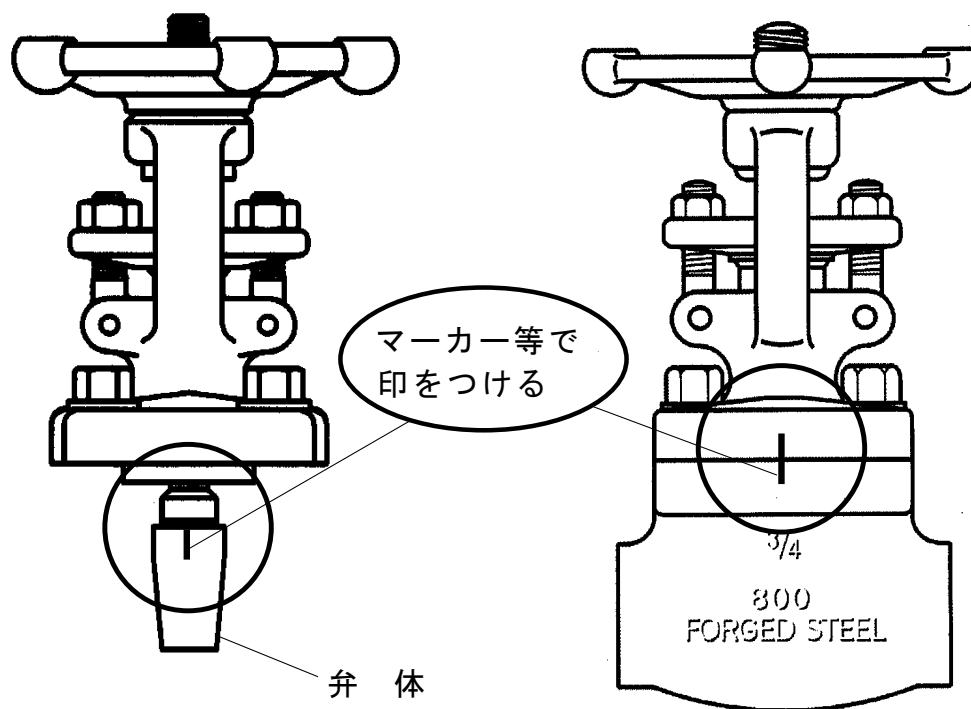

図 6.1 “合マーク”の仕方の例
- ふたボルトを緩めるまえに弁箱とふたをまたいでマーカ一等で図 6.1に示すとおり“合マーク”の印をしてください。組立てするとき、“合マーク”に合わせます。
- ① 全閉状態にあるバルブは、ハンドル車を反時計廻りに廻し、バルブを中間開度の状態にしてください。全閉状態にある仕切弁は、弁体とシートリングのシート面が完全に密着していますから、この状態では、以降の分解を難しくしますので、組立てたままの状態シート面が離れる状態までバルブを開くことにより分解しやすくなります。
- ② そのままの状態ふたボルトを1本ずつ対角線上に取り外してください。もし、残圧がある場合は、この時点でシューという音と共に漏れがあります。この場合は、シューという音が消えるまで、一時放置して残圧が無くなるのを確認し、作業の安全を確保してから作業してください。
- ③ ふたフランジ部を軽打し、弁箱から弁体、弁棒及びふたを組立てた状態で取外し、ガスケットだけの交換の場合は、この状態でガスケットを弁箱から取り出し、新品と換えることができます。
- ④ 弁棒より弁体を取り外す場合は、シート面に傷がつかないように注意してください。仕切弁の弁体は、再組立のための図 6.1に示すとおり“合マーク”を印して入方向が判るようしておくことにより当たりの出ているシート面が合致して漏れを防止します。
- ① 全閉状態にあるバルブは、ハンドル車を反時計廻りに廻し、バルブを中間開度の状態にしてください。
- ② そのままの状態ですたボルトを1本ずつ対角線上に取り外してください。もし、残圧がある場合は、この時点でシューという音と共に漏れがあります。この場合は、シューという音が消えるまで、一時放置して残圧が無くなるのを確認し、作業の安全を確保してから作業してください。
- ③ だたフランジ部を軽打し、弁箱から弁体、弁棒及びだたを組立てたままの状態です外し、ガスケットだけの交換の場合は、この状態でガスケットを弁箱から取り出し、新品と換えることができます。
- ④ 弁棒より弁体を取り外します。
- ⑤ 弁棒の底部をホルダー（万力等）で支えます。
- ⑥ ハンドル押え用ナット、ワッシャーを取り外します。
- ⑦ ハンドル車を取り外します。
- ⑧ グランドボルトナットを両方とも取り外し、グランドフランジを上方に当ててルーズにします。
- ⑨ そのままの状態ですたを反時計廻りに廻しながら上方に引き抜きます。
- 弁箱、ふたボルトを緩めるまえに弁箱とふたをまたいでマーカ一等で図 6.1に示すとおり“合マーク”の印をしてください。組立てするとき、“合マーク”に合わせます。
- ① そのままの状態ですたボルトを 1 本ずつ対角線上に取り外してください。もし、残圧がある場合は、この時点でシューという音と共に漏れがあります。この場合は、シューという音が消えるまで、一時放置して残圧が無くなるのを確認し、作業の安全を確保してから作業してください。
- ② ふうを取り外してください。この状態でガスケットを交換することができます。
- ③ 弁箱より弁体を取り出します。